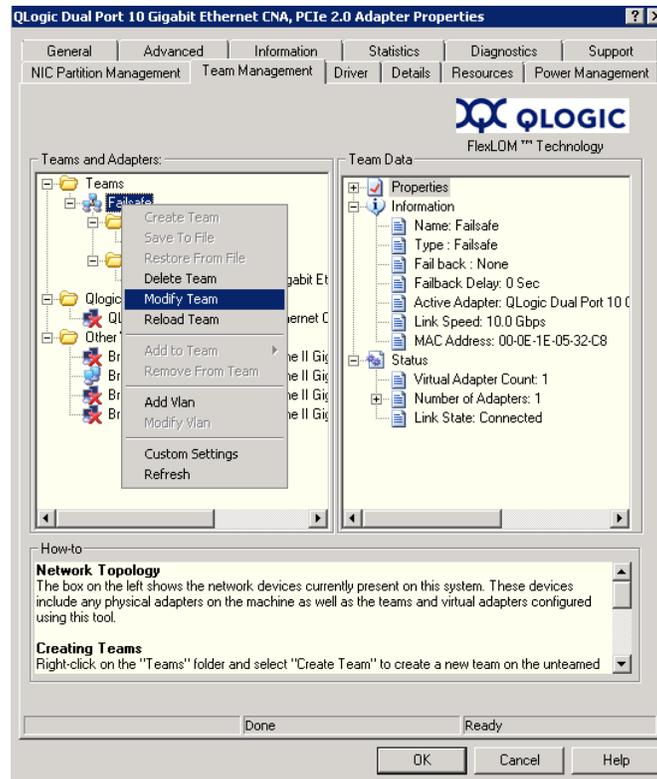

Figure 3-11. Modification des propriétés d'une association
2. Dans le menu de raccourcis, cliquez sur **Modify Team** (Modifier l'association) (voir Figure 3-11).